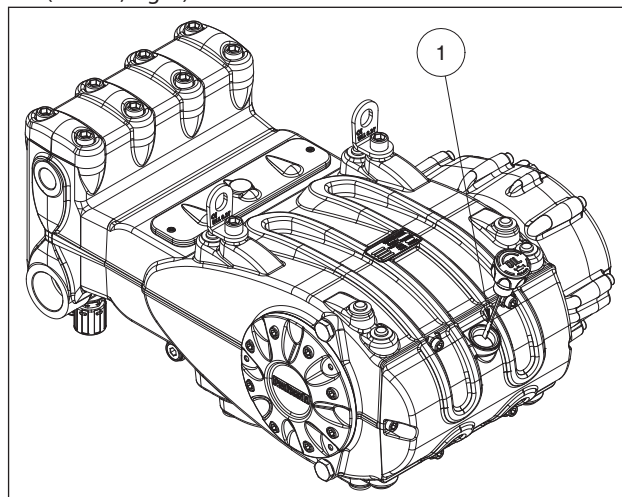

Fig. 8
5. Масло в корпусе насоса находится на заданном уровне при проверке его с помощью соответствующего щупа (поз. ①, Fig. 8).